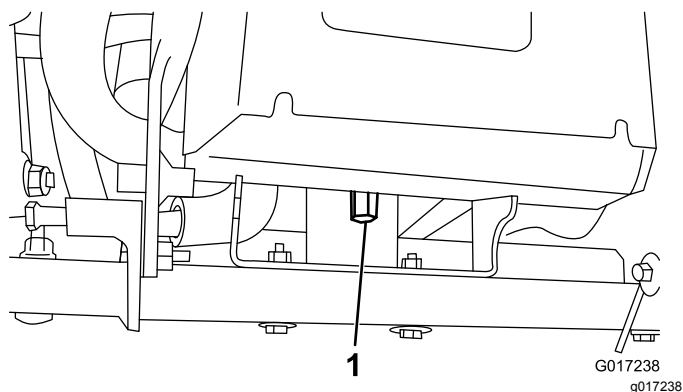

図 11
4. バッテリーのベースの後部をマシンのフレームに固定している背の高いナットを外す 図 11。